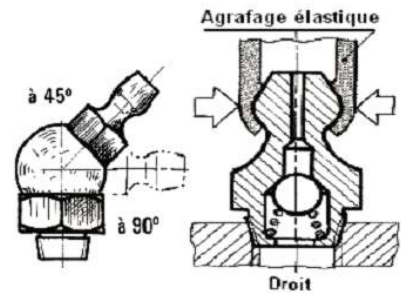

Figure 5
- **Graisseurs hydraulique** : (Voir la figure 5)